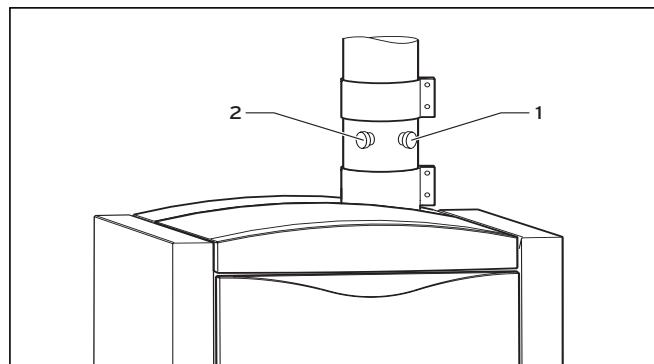

Abb. 7.3 Prüföffnungen
• Schrauben Sie die Verschlusskappen wieder auf die Prüföffnungen (1) und (2) (siehe Abb. 7.3).